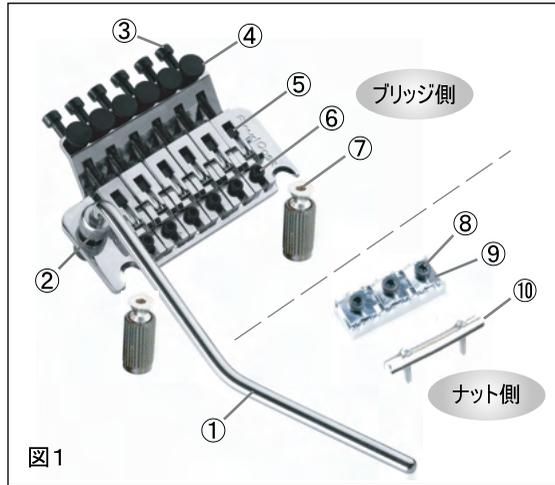

図1
- ⑨ ロッキングナット/ロックパッド
- ⑩ Stringリテーナー(別称:テンションバー)
トレモロアーム(図1-①)をトレモロユニット本体側の取り付け穴に差し込み、アーム一体型のトルク調整キャップ(図1-②)を締めてトレモロアームを固定します。トルク調整キャップの締め加減でトレモロアームの締め付けを調整できます。右(時計回り)に回すと締め付けが増しアームが固定され、左(反時計回り)に回すと締め付けが緩くなります。
チューニングメーター等で確認し、それほど誤差が大きくない場合、ファインチューニングスクリュー(図1-④)を回すだけで微調整できます。右(時計回り)に回すとわずかに音程が上がり、左(反時計回り)に回すとわずかに音程が下がります。※指で回したときに、左右とも動かなくなるまで回しきったところが調整範囲の限界です。
上記、微調整の範囲を超えるチューニングが必要なときは、一般的なギターと同様に糸巻(ペグ)を回転させて調整する必要があります。その際はロッキングナット/クランプスクリュー(図1-⑧)を緩め、ロッキングナット/ロックパッド(図1-⑨)をフリーな状態にします。(⑧⑨ともにギターからは外さなくて結構ですが、弦を挟む力が解除されていることを確認してください)
トレモロ本体を支えるスタッドボルト(図1-⑦)を六角レンチで右(時計回り)に回すと弦高が下がり、左(反時計回り)に回すと弦高が上がります。必要に応じ1弦側と6弦側でそれぞれ調整してください。※設計上2〜5弦は個別に弦高調整が出来ません。
あらかじめロッキングナット/クランプスクリューを緩めて弦の固定を解除、サドルに張力がかからないよう十分に糸巻を緩めてから、サドルマウントスクリュー(図1-⑥)を緩めます。動かせるようになったサドルを手で調整したい方向に移動。サドル移動後はサドルマウントスクリューを締めてサドルを固定し、再度チューニングしてオクターブを確認します。オクターブが合うまでくりかえし調整し、調整完了後にはロッキングナット/クランプスクリューを締めます。